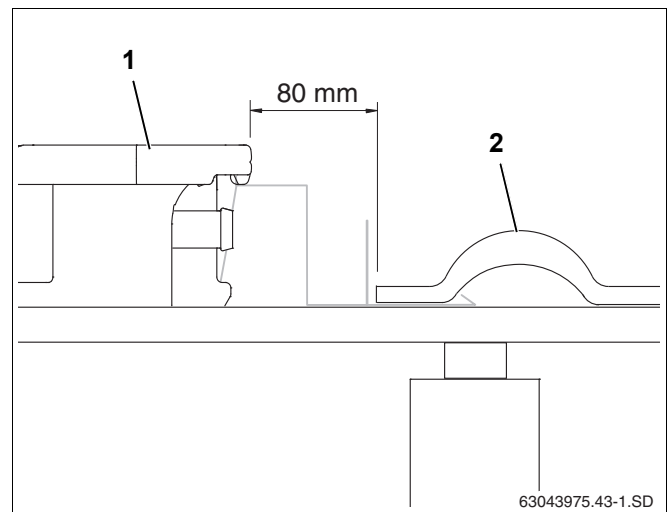

Рис. 24 Укладка и крепление первого коллектора
- ▶ Первый коллектор (рис. 24, поз. 1) должен встать в крепление от сползания на расстоянии 80 мм от крайней (возможно, вырезанной) черепицы (рис. 24, поз. 2).